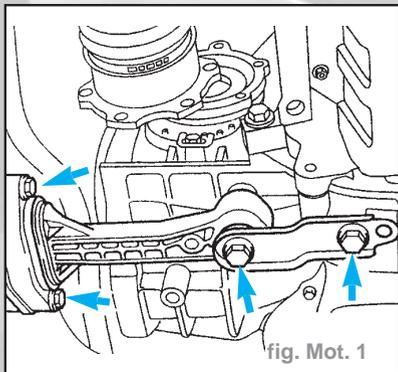

fig. Mot. 1
- Desserrer l'appui pendulaire (flèches) (fig. Mot.1).